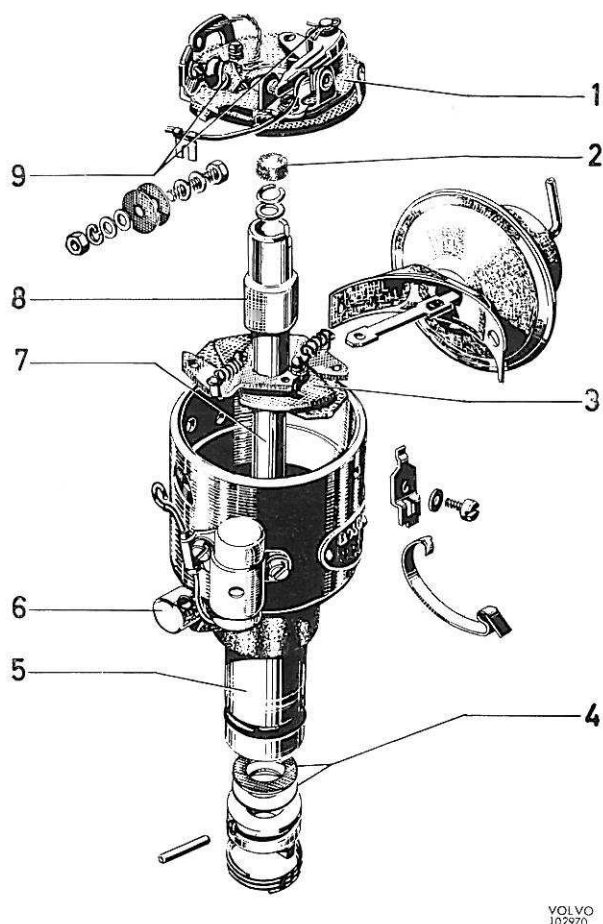

Figure 102. Schéma de graissage de l'allumeur
1. Graisser les pièces de l'allumeur en se référant à la figure 102.
4. Graisser l'allumeur en se référant à la figure 102.